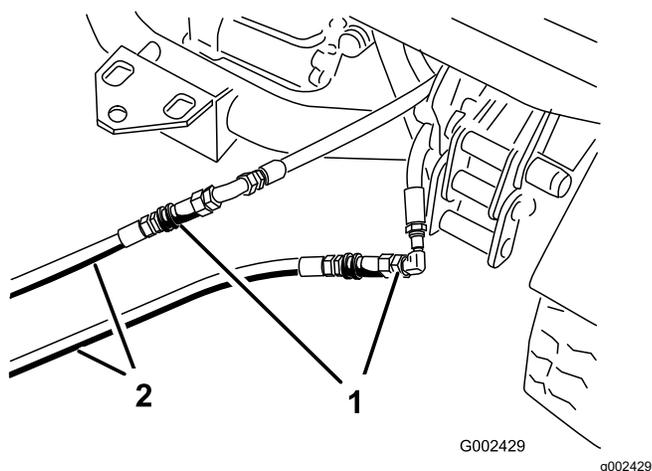

Рисунок 74
3. На неисправном автомобиле подсоедините два шланга-перемычки к шлангам, которые были отсоединены (Рисунок 74).